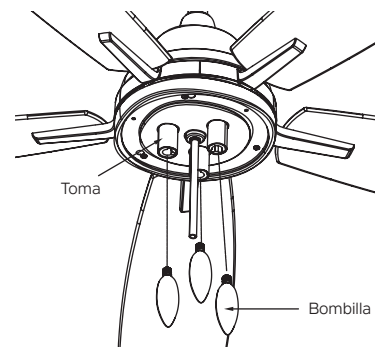

Figura 22
Paso 3. Inserte bombillas LED de 4 vatios como máximo (incluidas) en cada toma. Cuando sea necesario, reemplácelas con bombillas del mismo vataje. (Figura 22)